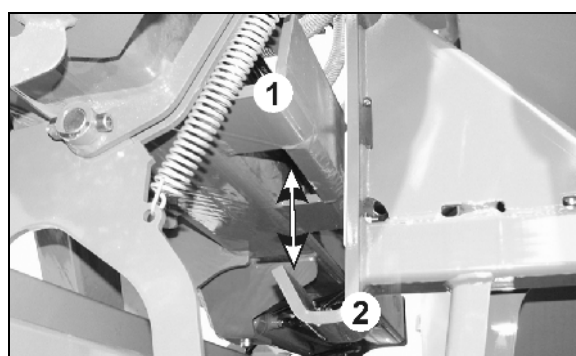

Рис. 108
- Консоли (Рис. 108/1) сложите до направляющих транспортной блокировки.
- Консоли (Рис. 108/1) опускаются в транспортную блокировку (Рис. 108/2).